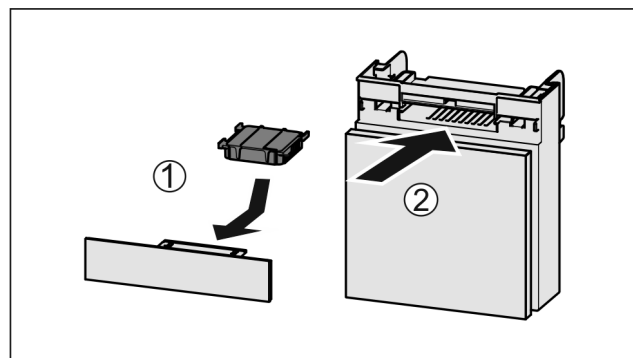

Fig. 185
- Aktivkohlefilter nach Abbildung einsetzen Fig. 185 (1).
- Fach einschieben Fig. 185 (2).